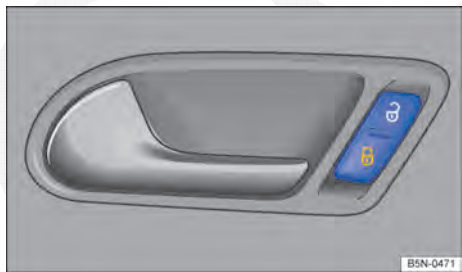

Fig. 28 Na porta do condutor: botão do travamento central.
Se for o caso, o veículo é travado automaticamente a partir de uma velocidade de 15 km/h (10 mph) ⇒ Página 30. Se o veículo estiver travado, a luz de controle  no botão do travamento central ⇒ Fig. 28, irá se acender em amarelo.
Se os botões da chave do veículo ⇒ Fig. 26 ou ⇒ Fig. 27 ou um dos botões do travamento central ⇒ Fig. 28 forem acionados repetidas vezes num curto espaço de tempo, ocorrerá um desligamento temporário do travamento central para proteção contra sobrecarga. Então, o veículo permanecerá destravado por aproximadamente 30 segundos. Se durante esse tempo nenhuma porta do veículo, nem a tampa do compartimento de bagagem for aberta, o veículo será travado automaticamente.
Pressionar o botão ⇒ Fig. 28:
- A luz de controle no botão vai se acender em amarelo ⇒ Fig. 28, se todas as portas e a tampa traseira estiverem travadas.
- O botão é pressionado ⇒ Fig. 28.